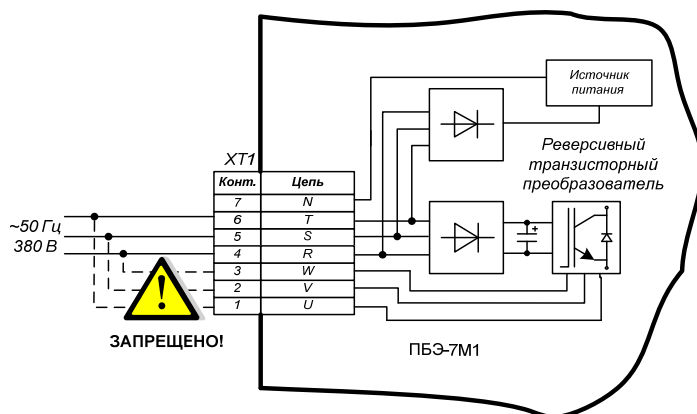

Рисунок 7
**ВНИМАНИЕ: ЗАПРЕЩАЕТСЯ ПОДАВАТЬ СЕТЕВОЕ НАПРЯЖЕНИЕ ПИТАНИЯ НА ВЫХОДНЫЕ ЗАЖИМЫ С МАРКИРОВКОЙ "U", "V", "W", ПРЕДНАЗНАЧЕННЫЕ ТОЛЬКО ДЛЯ ПОДКЛЮЧЕНИЯ ЭЛЕКТРОДВИГАТЕЛЯ (СМ. РИС. 7), В ПРОТИВНОМ СЛУЧАЕ ЭТО МОЖЕТ ПРИВЕСТИ К ВЫХОДУ ИЗ СТРОЯ ПБЭ-7М1**